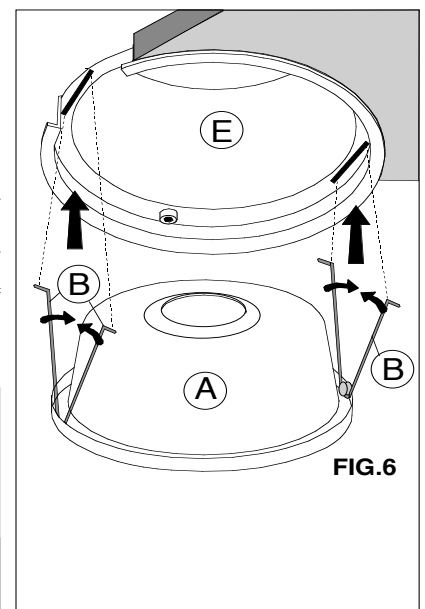

FIG.6
- Rimontare la parabola/anello reggivetto **A** reinfilando le molle **B** nelle apposite cave. **FIG.6**
- Replace the reflector/glass-holder trim **A** putting the springs **B** in the appropriate cavity. **FIG.6**
- Remplacer la parabole/l'anneau porte-verre **A** disposant les ressorts **B** à dans les fentes appropriées. **FIG.6**
- Ersetzen Sie das Reflektor/ Glshalterring **A**, indem Sie einen **B** Federn in die Schlitze. **FIG.6**